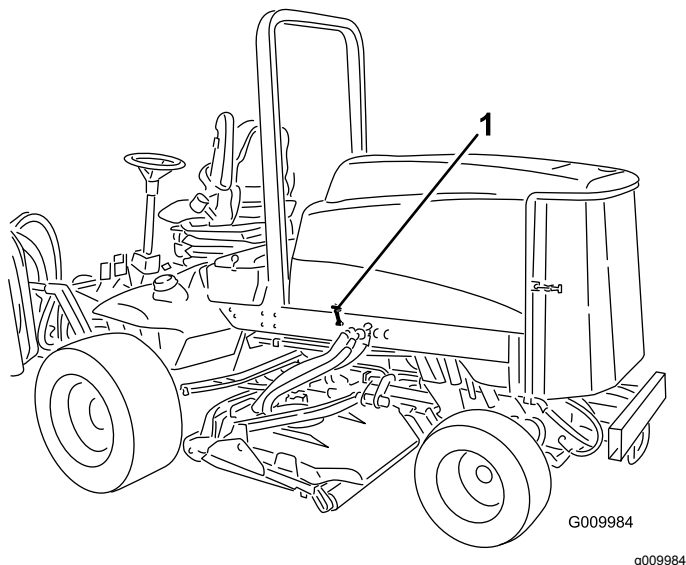

Bild 18
1. Lösen Sie die Haubenriegel (Bild 18) und schwenken die Haube nach oben.